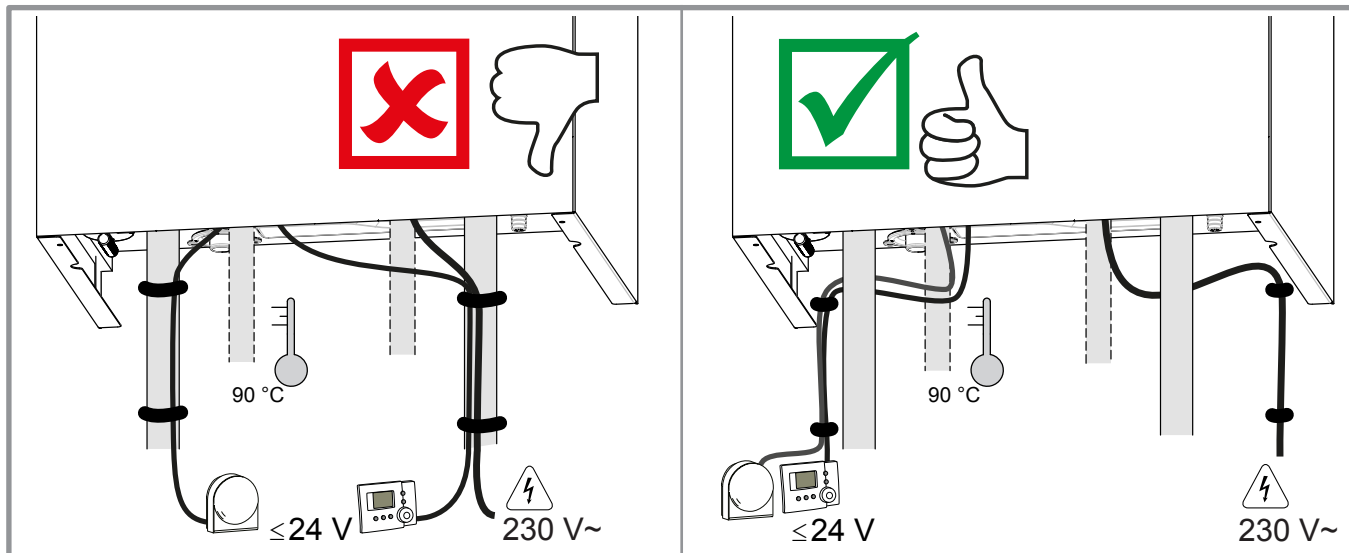
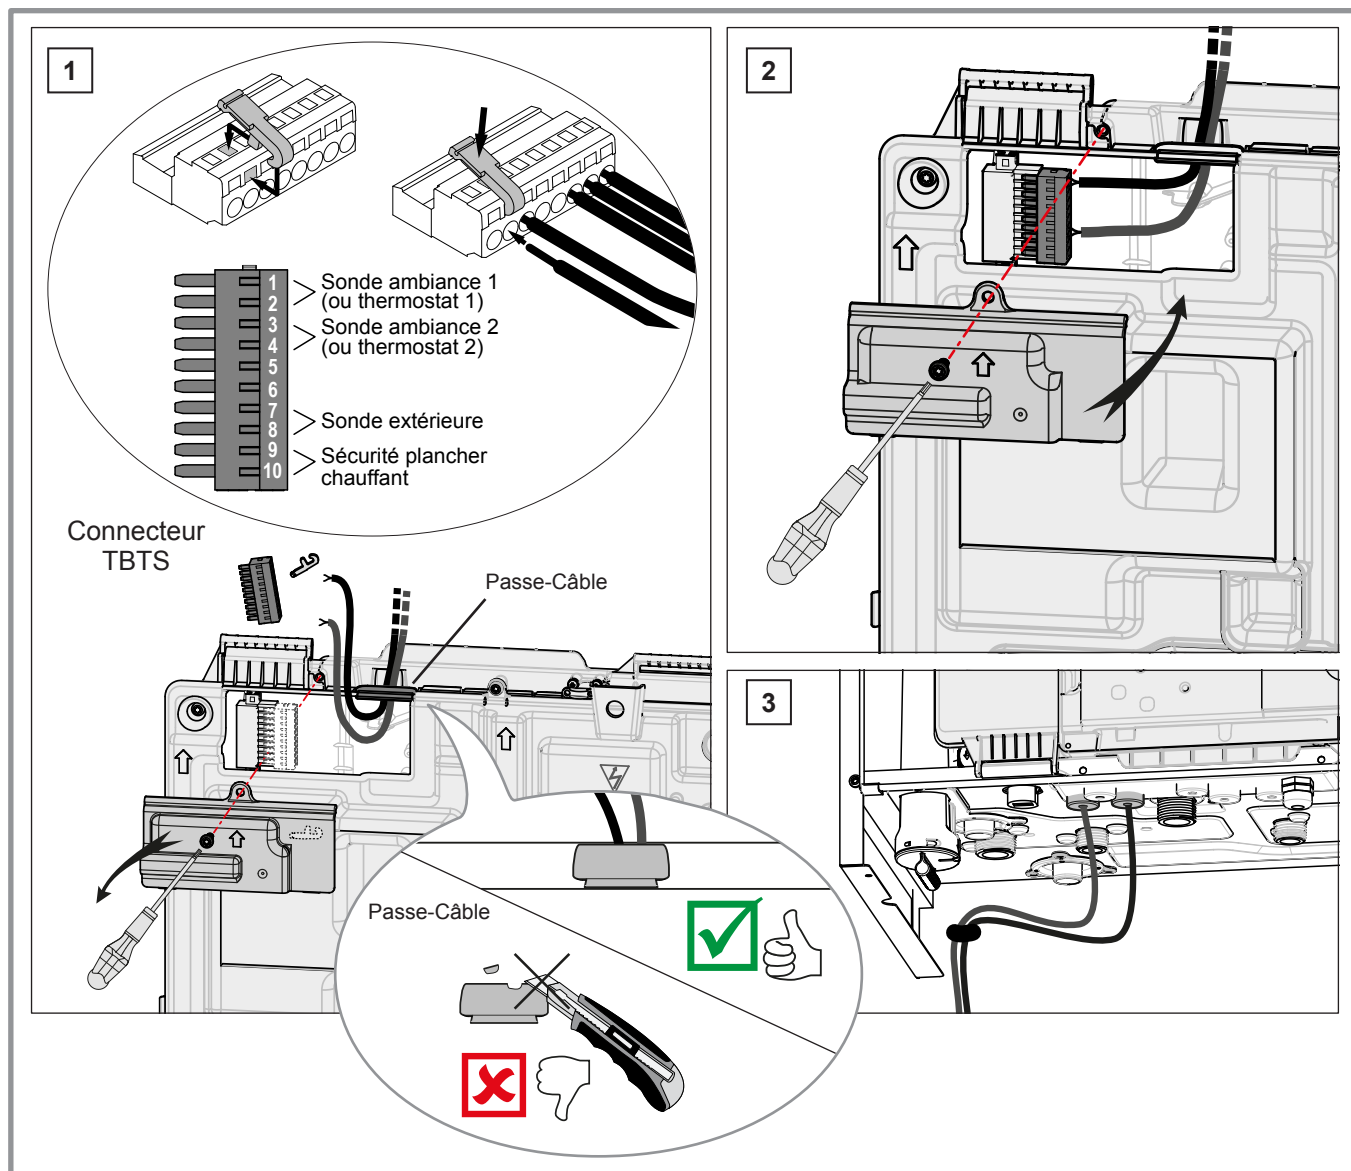

figure 19 - Chemin de câbles
figure 22 - Accès bornier TBTS
- Effectuer les raccordements suivant les schémas (figure 19 et figure 22, page 26).